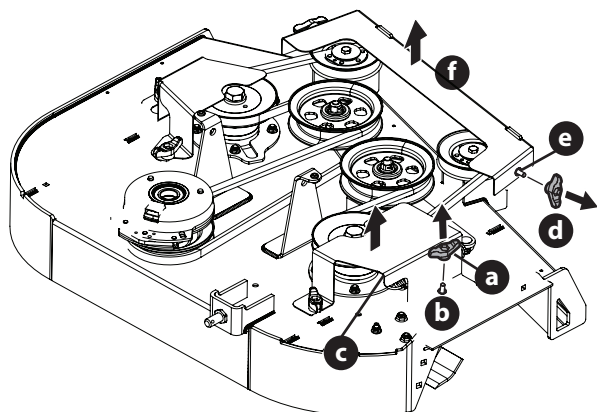

Fig. 41
3. Retire las perillas de mariposa (a) de los tornillos de carro (b) que sujetan las cubiertas de las correas laterales (c) a la plataforma y retire las cubiertas de las correas laterales (Fig. 41).
4. Retire las perillas de mariposa (d) de los tornillos de carro (e) que fijan la cubierta de la correa delantera (f) a la plataforma y retire la cubierta de la correa delantera (Fig. 41).